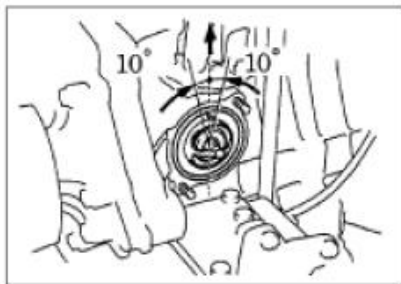

Рисунок II-49
1. Установить и разместить перепускной клапан толчкового хода сверху, как показано на рисунке (см. Рисунок II-49)